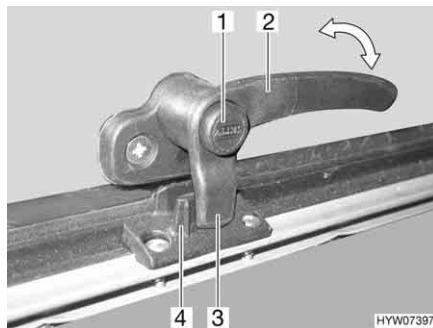
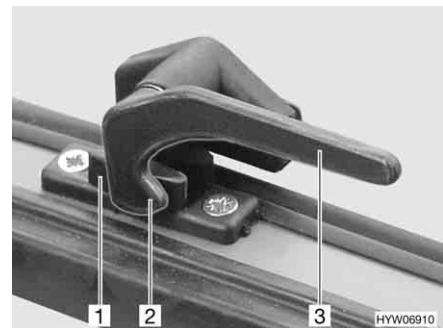

Fig. 66 Leva di serraggio con bottone di sicurezza in posizione "Chiuso"
Fig. 67 Leva di serraggio in posizione "Chiuso"
- Se presente, premere e tenere premuto il bottone di sicurezza (Fig. 66,1).
- Ruotare tutte le leve di serraggio (Fig. 66,2 o Fig. 67,3) di un quarto di giro verso il centro dell'oblò.
- Ruotare tutte le leve di serraggio (Fig. 66,2 o Fig. 67,3) di un quarto di giro verso il telaio. Il nasello di bloccaggio (Fig. 66,3 o Fig. 67,2) si trova sulla parte interna del bloccaggio dell'oblò (Fig. 66,4 o Fig. 67,1).
- In posizione "Completamente chiusa" (Fig. 66 e Fig. 67)